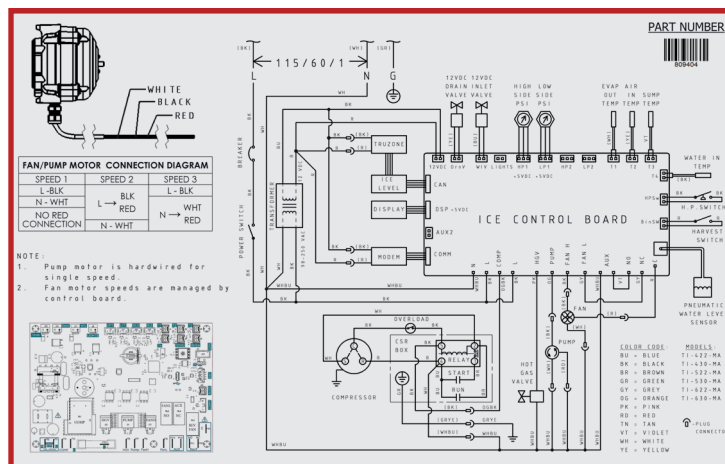

Рис. 1. Схема подключения расположена под верхней панелью.
- См. схему подключения под верхней панелью, как показано на рис. 1. Для того чтобы получить доступ, см. «Снятие панели» (стр. 31).